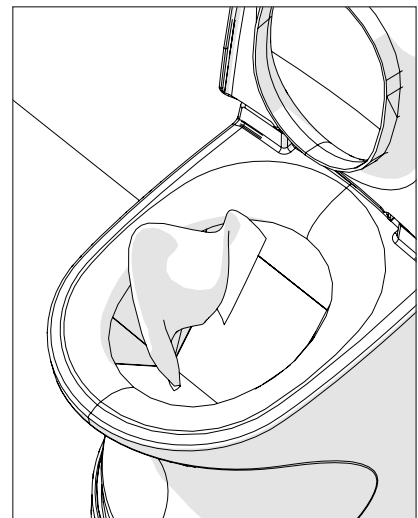

Abbildung 8
3. Reinigen Sie die Beutelschüssel mit einem weichen Tuch (Abbildung 8).